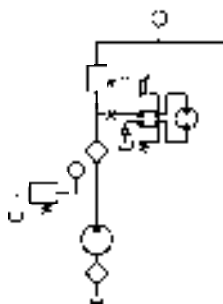
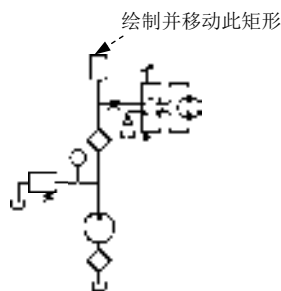

图 17.8.36 绘制图形 (五)
图 17.8.37 绘制矩形 (四)
Step4. 绘制图 17.8.36 所示的图形。
(1) 绘制矩形。
- ① 在“图层”工具栏中，选择“轮廓线层”图层。
- ② 用 **绘图(D)** → **矩形(R)** 命令，绘制长度和宽度值分别为 20、28 的矩形。
- ③ 移动矩形。用 **修改(M)** → **移动(M)** 命令移动矩形，使其下边线中点与垂直直线的上端点重合。结果如图 17.8.37 所示。